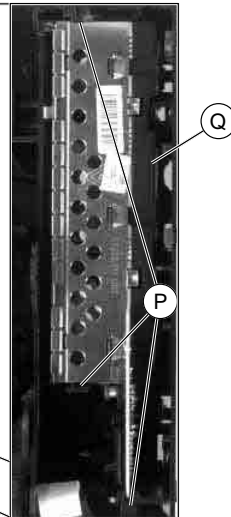

Fig. 7
- Rastnasen (P) ausrasten und Netzteilbaustein herausnehmen (Fig. 7).
Achten Sie nach der Reparatur darauf, daß der Abschirmdeckel des Netzteilbausteins sowie die Kunststoffabdeckung (Q) (Fig. 7) angebracht sind!
- Release the locking lugs (P) and take out the Power Supply Board (Fig. 7).
On completion of the repairs ensure that the shielding cover of the power supply module and the plastic cover (Q) (Fig. 7) are refitted!